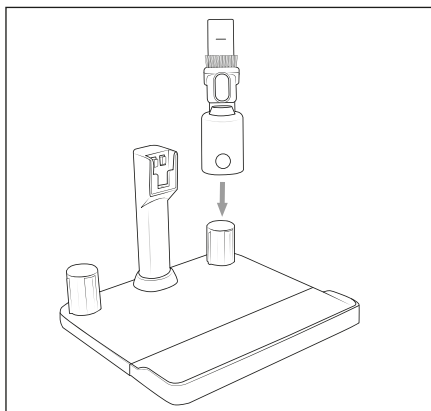

Fig. 13
- ♦ Tras finalizar el uso del aparato, pulse el interruptor de encendido/apagado (1) ❶ para apagarlo. El panel indicador ❷ se apaga.
- ♦ En caso necesario, desmonte el cepillo combinado 2 en 1 ❶ del aparato y colóquelo en el soporte para accesorios ❸ para guardarlo (consulte la fig. 13).